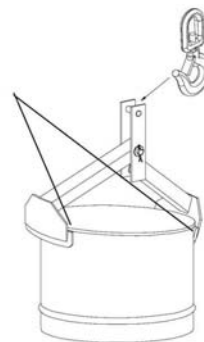

Fig. 2
2.3. Au début du levage, les deux extrémités de la pince ont tendance à se fermer. S'assurer alors que la pince est alignée par rapport au diamètre du fût et que la cale située à chaque extrémité des deux bras (1 et 2) est parfaitement positionnée sous le rebord du fût à lever (fig. 2).